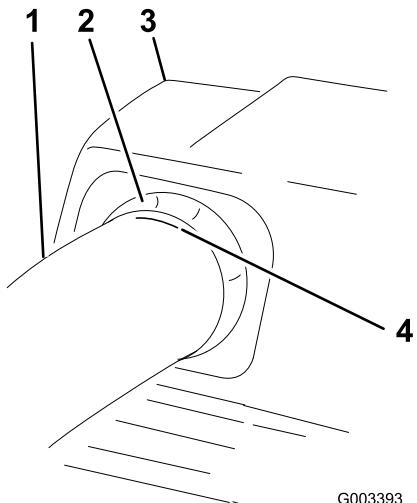

Figura 24
5. Instale el tubo superior en la apertura del ensacador y vuelva a retirarlo de manera que sobresalga el sello de goma (Figura 22 y Figura 24).
7. Una vez que obtenga la medida de 19 mm, marque el tubo superior en el exterior, en el punto donde sobresale el sello de goma. Esta marca asegura la posición correcta del tubo superior al realizar los taladros y unir los tubos superior e inferior (Figura 24).